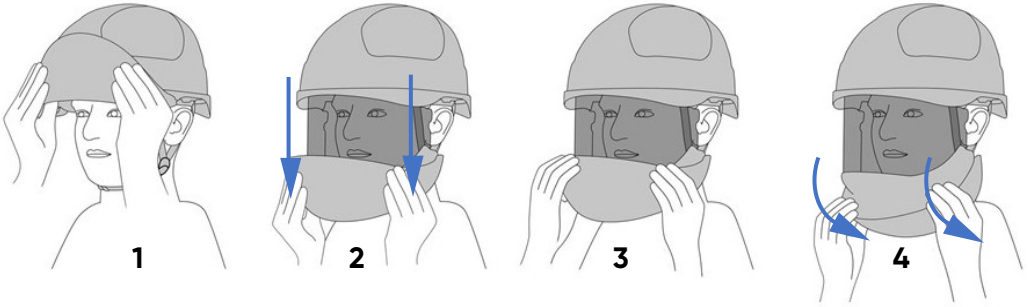

Fig. 6
1. Para bajar (abrir) la protección facial (Fig. 6), sujétela delicadamente con ambas manos (pulgares) por el interior (1) y tire (2) hasta que salga por completo del casco (3), luego gire la protección del mentón tirándola hacia sí (4) hasta que se oiga un clic de los elementos de fijación en el mentón.